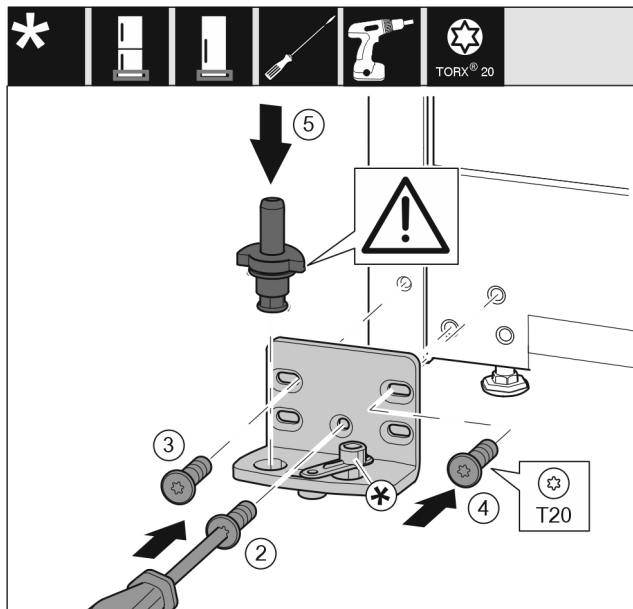

Fig. 20
- ▶ Установите опорный кронштейн с другой стороны и прикрутите с помощью отвертки. Начиная с винта Fig. 20 (2) снизу в центре.
- ▶ Затяните винт Fig. 20 (3) и винт Fig. 20 (4).
- ▶ Снова установите опорный палец Fig. 20 (5) в сборе. При этом проследите за тем, чтобы выступ фиксатора был направлен назад.